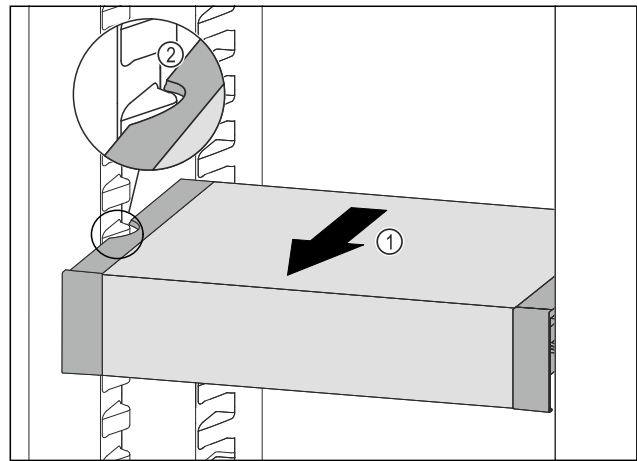

Fig. 173
- ▶ VarioSafe nach vorne ziehen Fig. 173 (1), bis sich die seitlichen Aussparungen des VarioSafes auf Höhe der Behälterrippe im Kühlteil befinden. Fig. 173 (2)